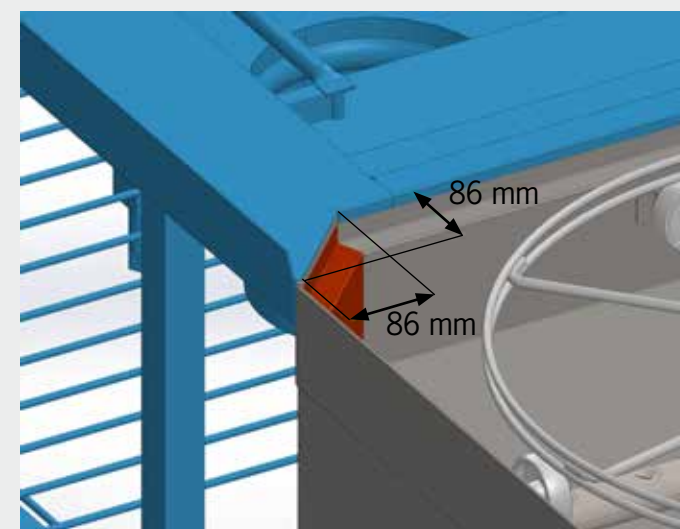

Bild 3. Mått för att täcka de fasade hörnen.
- Helst skall de fasade hörnen täckas av bänken så att diskorgarna enkelt kan glida på plats samt att vatten inte droppar ner på golvet. Se bild 3 och 4.